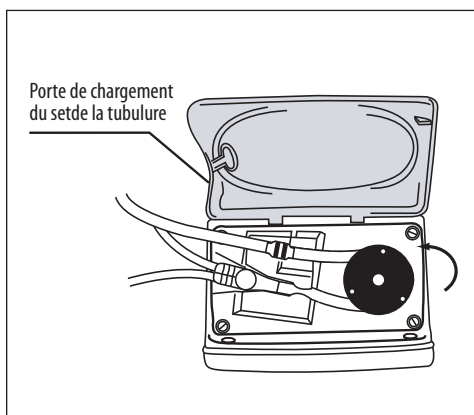

Figure 6B
3. Tenir la bague de retenue MISTIC (bague de retenue noire) et enrouler le tube dans le sens inverse des aiguilles d'une montre autour du rotor. (Figure 6B)
4. Tirer doucement l'extrémité de la bague de retenue MISTIC vers la gauche et vers le haut afin de la placer au-dessus de l'emplacement à gauche, puis l'abaisser dans ce dernier. Appuyer sur la bague de retenue et la relâcher pour s'assurer de sa mise en place. (Figure 6B)